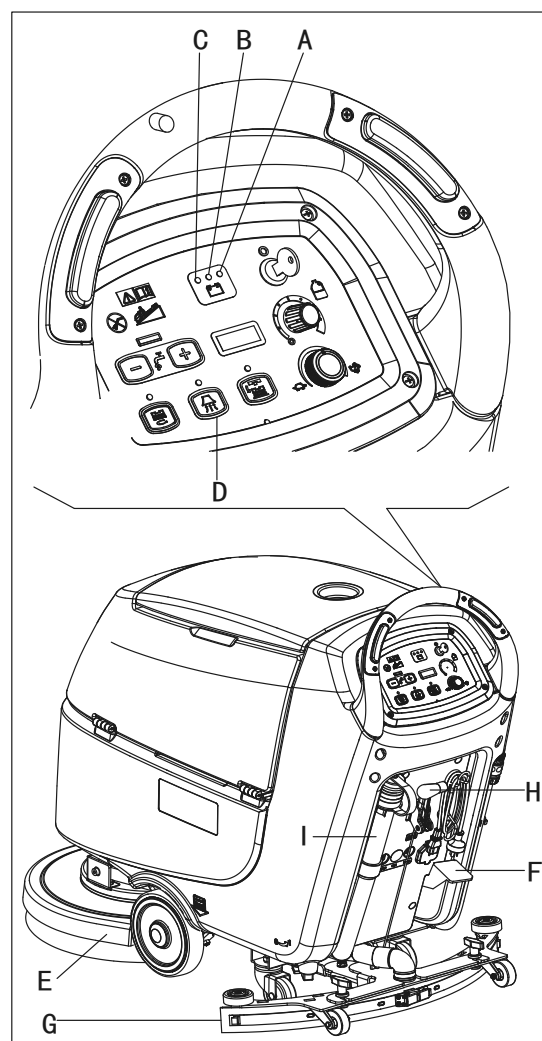
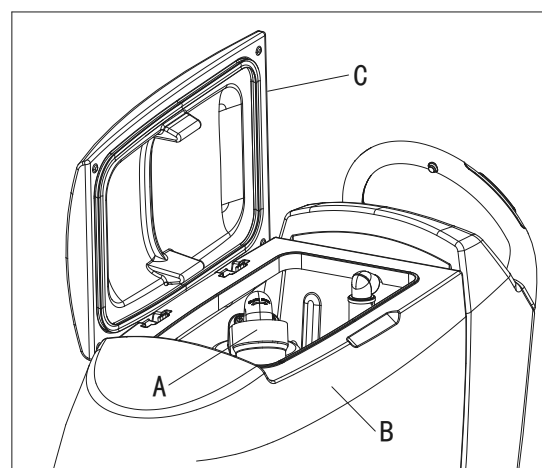

Figure 12
Figure 13
Jusqu'à ce que le témoin lumineux vert (A, Fig. 12) reste allumé, les batteries permettent à la machine de travailler normalement. Lorsque le témoin lumineux vert (A) s'éteint, et le témoin lumineux jaune (B) s'allume, il est conseillé de charger les batteries, parce que la charge restante ne durera que pendant quelques minutes (en fonction des caractéristiques de la batterie et du travail à effectuer). Lorsque le témoin lumineux rouge (C) s'allume, les batteries sont complètement déchargées. Après quelques secondes, la brosse/le support de disque est automatiquement éteint, tandis que le système d'aspiration et (uniquement pour les machine à traction) le système d'entraînement restent allumés, pour terminer le séchage du sol et conduire la machine à la zone de recharge.
Un système automatique de fermeture à flotteur (A, Figure 13) bloque le système d'aspiration lorsque le réservoir d'eau de récupération (B) est plein. La désactivation du système d'aspiration est indiquée par une augmentation soudaine de la fréquence du bruit du moteur du système d'aspiration, le sol aussi ne s'est pas séché.
Si le système d'aspiration s'éteint accidentellement (par exemple, lorsque le flotteur est activé en raison d'un mouvement soudain de la machine), pour reprendre l'opération: désactiver le système d'aspiration en appuyant sur le commutateur (D, Fig. 12), puis retirer le couvercle (C, Fig. 13) et vérifier que le flotteur à l'intérieur de la grille (A) a baissé jusqu'au niveau de l'eau. Ensuite, remettre le couvercle (C) et mettre le système d'aspiration en appuyant sur le commutateur (D, Fig. 12).
Lorsque le réservoir d'eau de récupération (B, Fig. 13) est plein, le vider selon la procédure suivante.
2. Soulever la tête de brosse de la brosse/du support de disque (E, Fig. 12) en appuyant sur la pédale (F). (seulement pour machine à disque)
3. Soulever la raclette (G) avec le levier (H).
5. Vider le réservoir d'eau de récupération avec le tuyau (I). Ensuite, rincer le réservoir (B, Fig. 13) avec de l'eau propre.